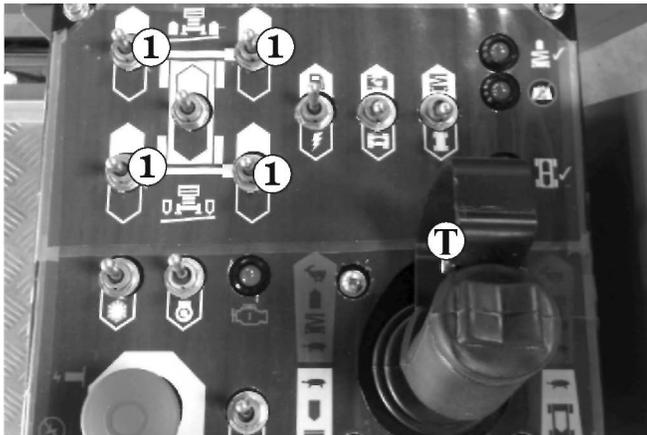
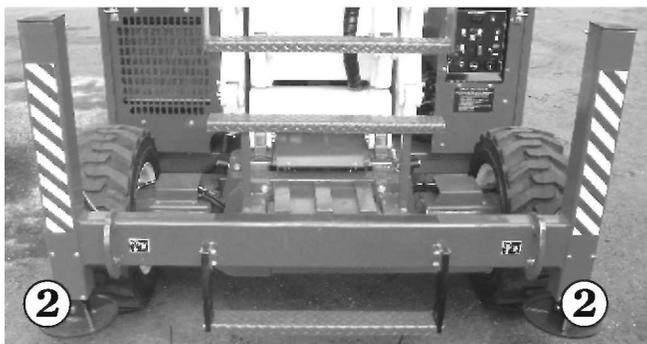

Abbildung 8.11
Abbildung 8.12
2. Ziehen Sie die **Stabilisator-Schalter** ① (siehe Abbildung 8.11) nach hinten, einen (1) nach dem anderen, bis alle vier (4) Stabilisator-Pads ② (siehe Abbildung 8.12) Kontakt mit dem Boden haben.